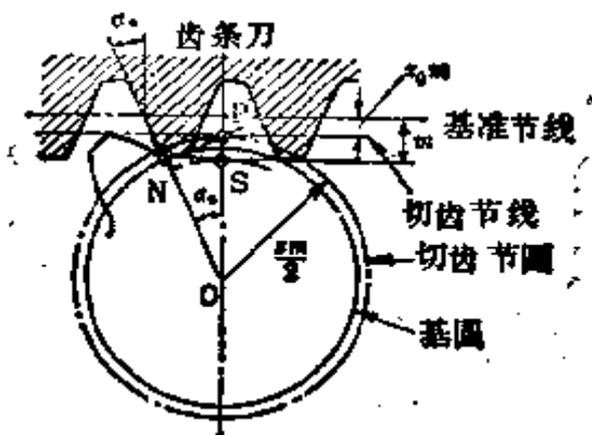

图3.39 根切极限变位
**【解说】** 如图3.39所示,把齿条刀的基准节线,在齿轮轴的中心方向只移动 $xm$ 的距离而进行切齿的齿轮,称为变位齿轮。移动的距离 $xm$ 称为变位置,  $x$ 称为变位系数。并且,把进刀量浅的变位叫正变位(正修正),相反把进刀量加深的变位称为负变位(负修正)。